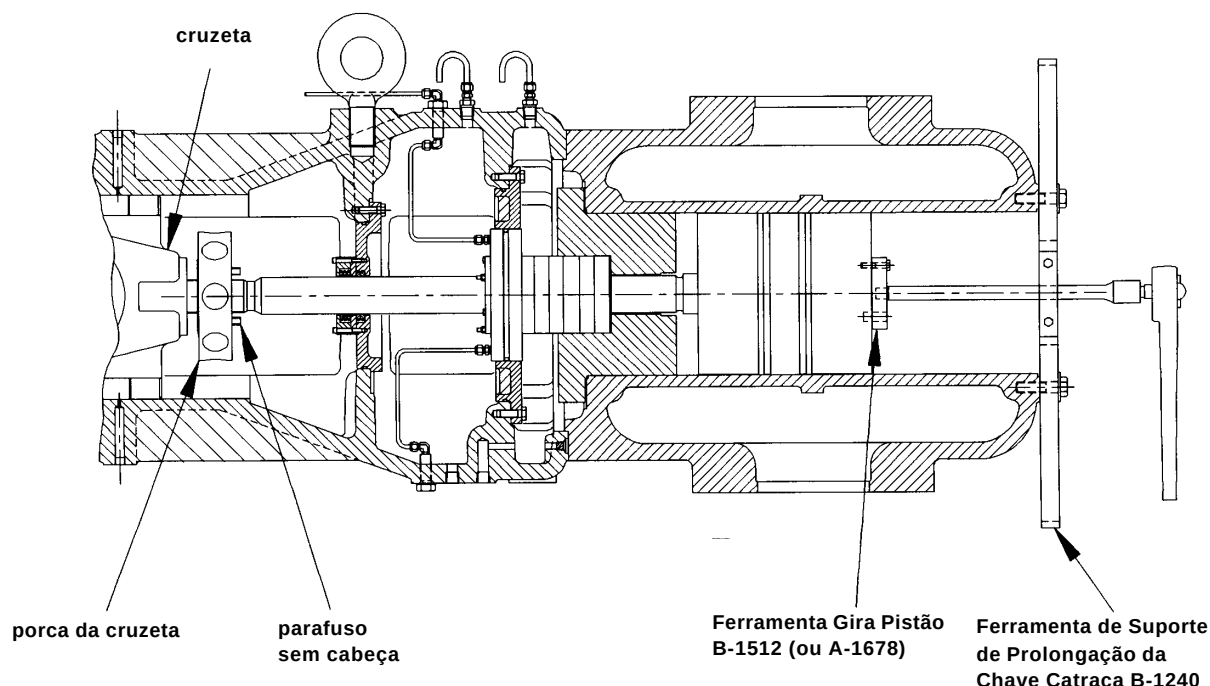

FIGURA 5-19 INSTALAÇÃO DO PISTÃO E DA HASTE
4. Use a Ferramenta Gira Pistão para desaparafusar o conjunto pistão-haste da cruzeta (vide Figura 5-19, página 5-32). Os dois pinos da ferramenta encaixam-se nos orifícios da porca do pistão. Retire a porca da cruzeta da haste do pistão.
2. Aparafuse a porca da cruzeta na haste do pistão. Assegure-se de que todas as superfícies de contato das roscas e da porca estejam bem lubrificadas com óleo novo e limpo, para garantir uma montagem adequada. Coloque o virabrequim no ponto morto interior. Retire uma válvula de descarga da extremidade do virabrequim. Determine o espaço morto do pistão necessário no lado do virabrequim, conforme indicado na plaqueta de identificação do cilindro (vide Tabela 1-3, página 1-10). Insira um calibrador de folga de medida igual ao espaço morto necessário no lado do virabrequim, através do alojamento da válvula de descarga. Utilize as ferramentas ilustradas na Figura 5-19, página 5-32, para aparafusar a haste do pistão na cruzeta até que o pistão esteja firme contra o calibrador de folga. Coloque a porca da cruzeta, mas não aperte. Retire o calibrador de folga.